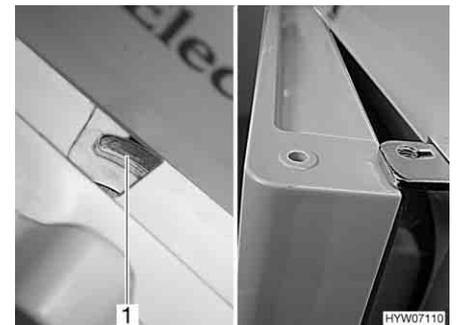

Fig. 139 Porta del frigorifero in posizione di ricircolo dell'aria (serie Dometic 7)
- Spostare il dispositivo di bloccaggio completamente verso destra. La porta del frigorifero è bloccata con l'ausilio dell'arresto della porta (Fig. 139,1). In questo modo la porta del frigorifero rimane ferma in posizione socchiusa (Fig. 139).